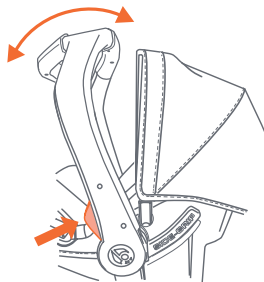

Fig. 27-2
- Gire lentamente el asa hacia la posición deseada. Los botones deben saltar y el asa debe trabarse automáticamente en la nueva posición (Fig. 27-2).